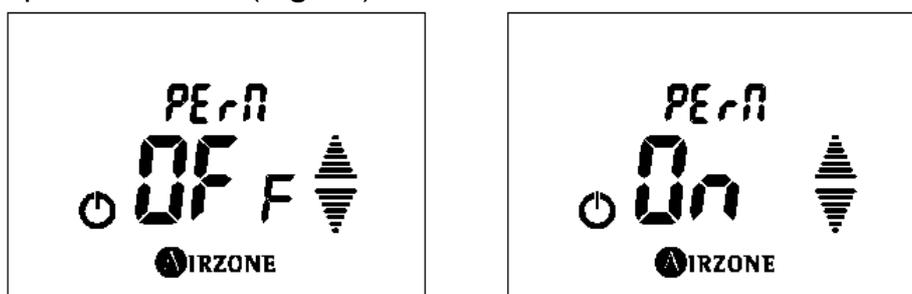

Fig. 89
- **Apertura del canal de asociación radio PERN:** Esta opción permite abrir el canal de asociación radio del sistema para la conexión de elementos radio Airzone. Por defecto el canal está cerrado *OFF*. Para abrir el canal de asociación pulse AIRZONE , el valor del menú se pondrá a parpadear, esto indica que estamos dentro del menú. Seleccione mediante flechas \blacktriangle \blacktriangledown la opción *ON* si desea abrir el canal de asociación y pulse AIRZONE para confirmar. (Fig. 89)